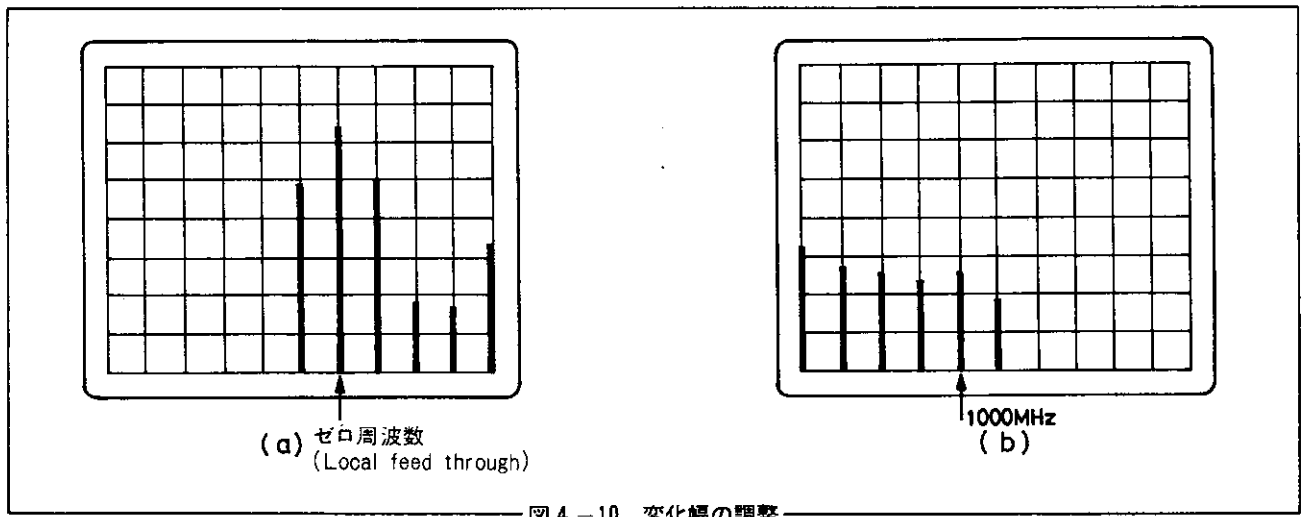

図4-10 変化幅の調整
1. **TUNING** を反時計方向いっぱいに戻し、ゼロ周波数が右から4番目の線上に合うようにR84(Lo.F)で調整します。〔図4-10(a)〕
2. **TUNING** を時計方向いっぱいに戻し、10倍高調波 (1000MHz) が左から4番目の線上に合うようにR86(HI.F)で調整します。〔図4-10(b)〕